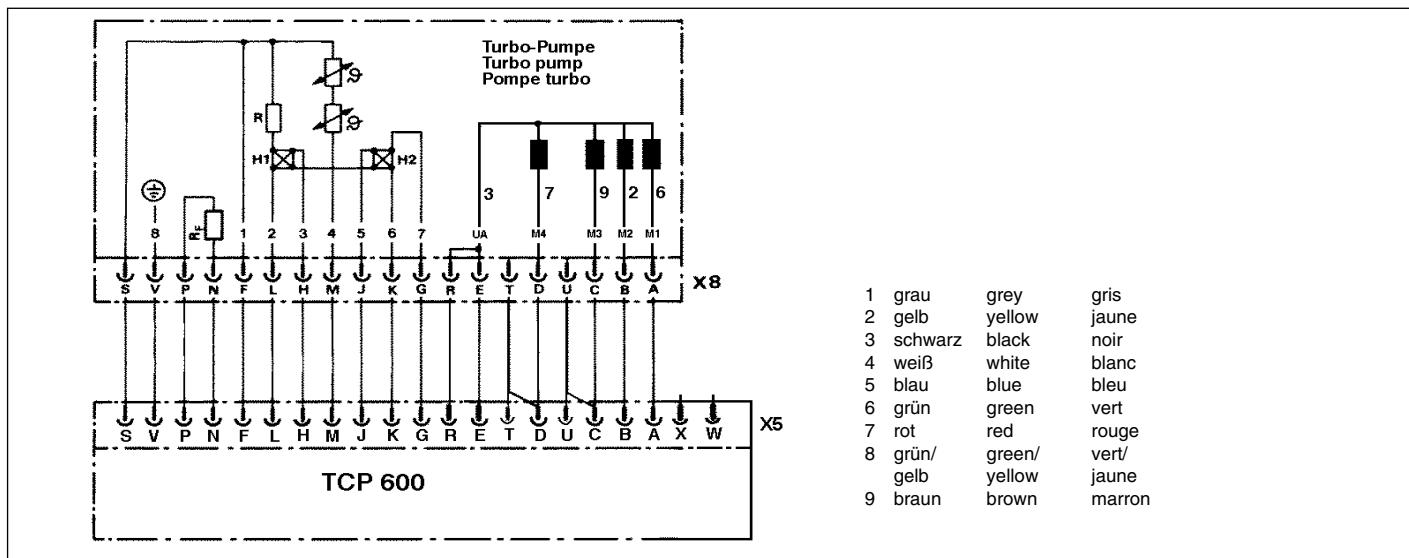

Fig. 6
- An der Turbopumpe: Steckverbindung X8, Fig. 6.
- On the turbo pump: plug connection X8, Fig. 6.
- à la pompe turbo: Connecteur X8, Fig 6.